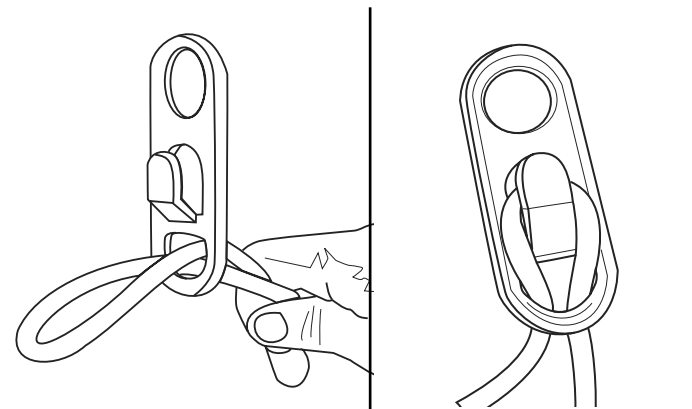

Fig. 2
2. Poussez la boucle dans le trou inférieur dans l'arrêt (Fig. 2).
3. Faites glisser la boucle par-dessus l'obturateur et tirez vers le bas jusqu'à ce que le cordon soit bien rentré (Fig. 2)